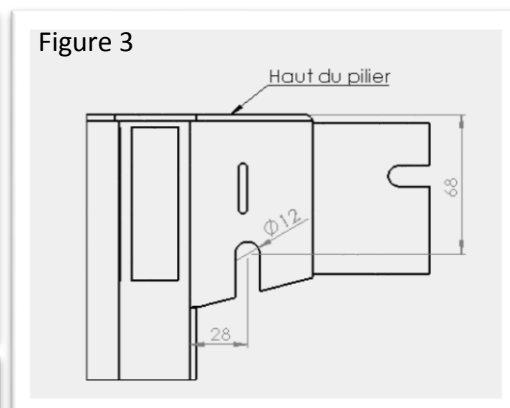

Figure 3
- Percez un trou $\varnothing 12$ mm et découpez de la partie métallique latérale du pilier (Figure 3).